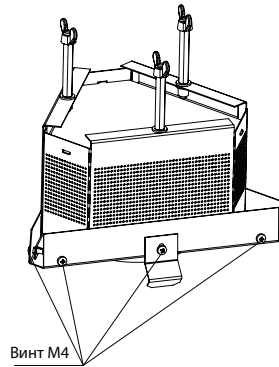

Рис.11 - Установка винтов на дожигатель
- На дожигатель наживите винты для установки впазы верхних профилей (Рис. 11);